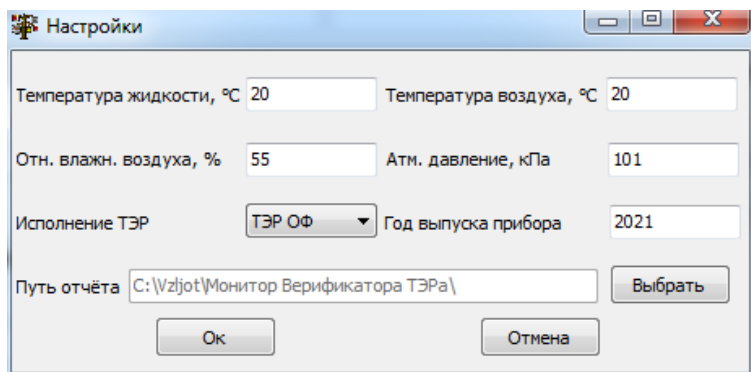

Рис.18. Окно формирования отчета.
4.2.6. Для создания отчета о проведенной поверке нажимается кнопка **Отчет**, на ПК появится окно формирования отчета (рис.18):